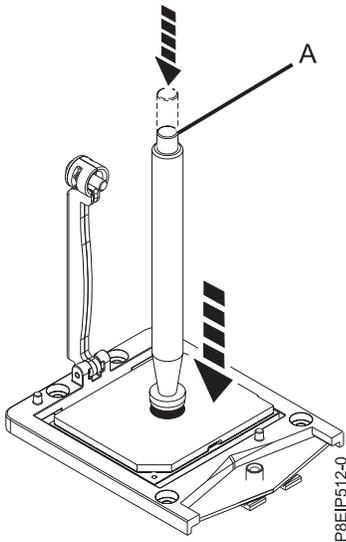

Figure 50. Blocage du stylet d'aspiration sur le module processeur système
8. Abaissez le stylet d'aspiration sur le module processeur système. Appuyez à fond sur le haut du stylet (**A**) et maintenez le stylet au centre du module processeur système, comme indiqué dans la figure 50. Relâchez le haut du stylet pour fixer le stylet sur le module processeur système.